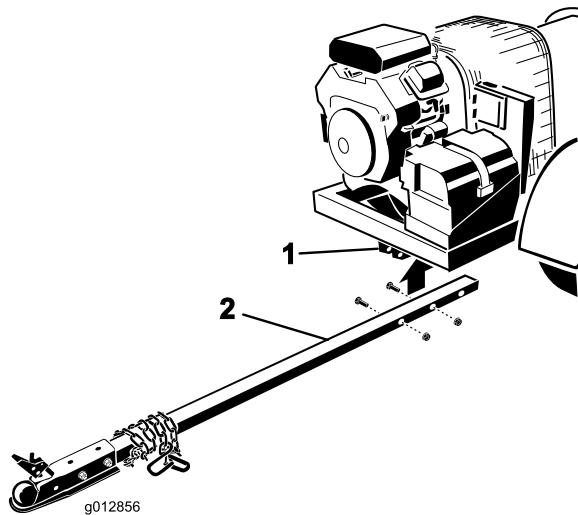

Figura 9
2. Introduza o tubo de engate nos suportes do chassis (Figura 9). Fixe o tudo ao chassis com 2 parafusos (3/8 x 3 pol.) e porcas flangeadas (3/8 polegada).